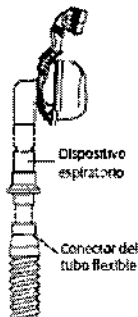

FIGURA 3-4 CONEXIÓN DE UNA MASCARILLA CON UN DISPOSITIVO ESPIRATORIO INDEPENDIENTE
b. Si está utilizando una mascarilla con un dispositivo espiratorio independiente, conecte el extremo abierto del tubo flexible al dispositivo espiratorio, tal como se ilustra en la figura 3-4. Coloque el dispositivo espiratorio de manera que el aire no se expulse hacia la cara. Conecte el conector de la mascarilla al dispositivo espiratorio.